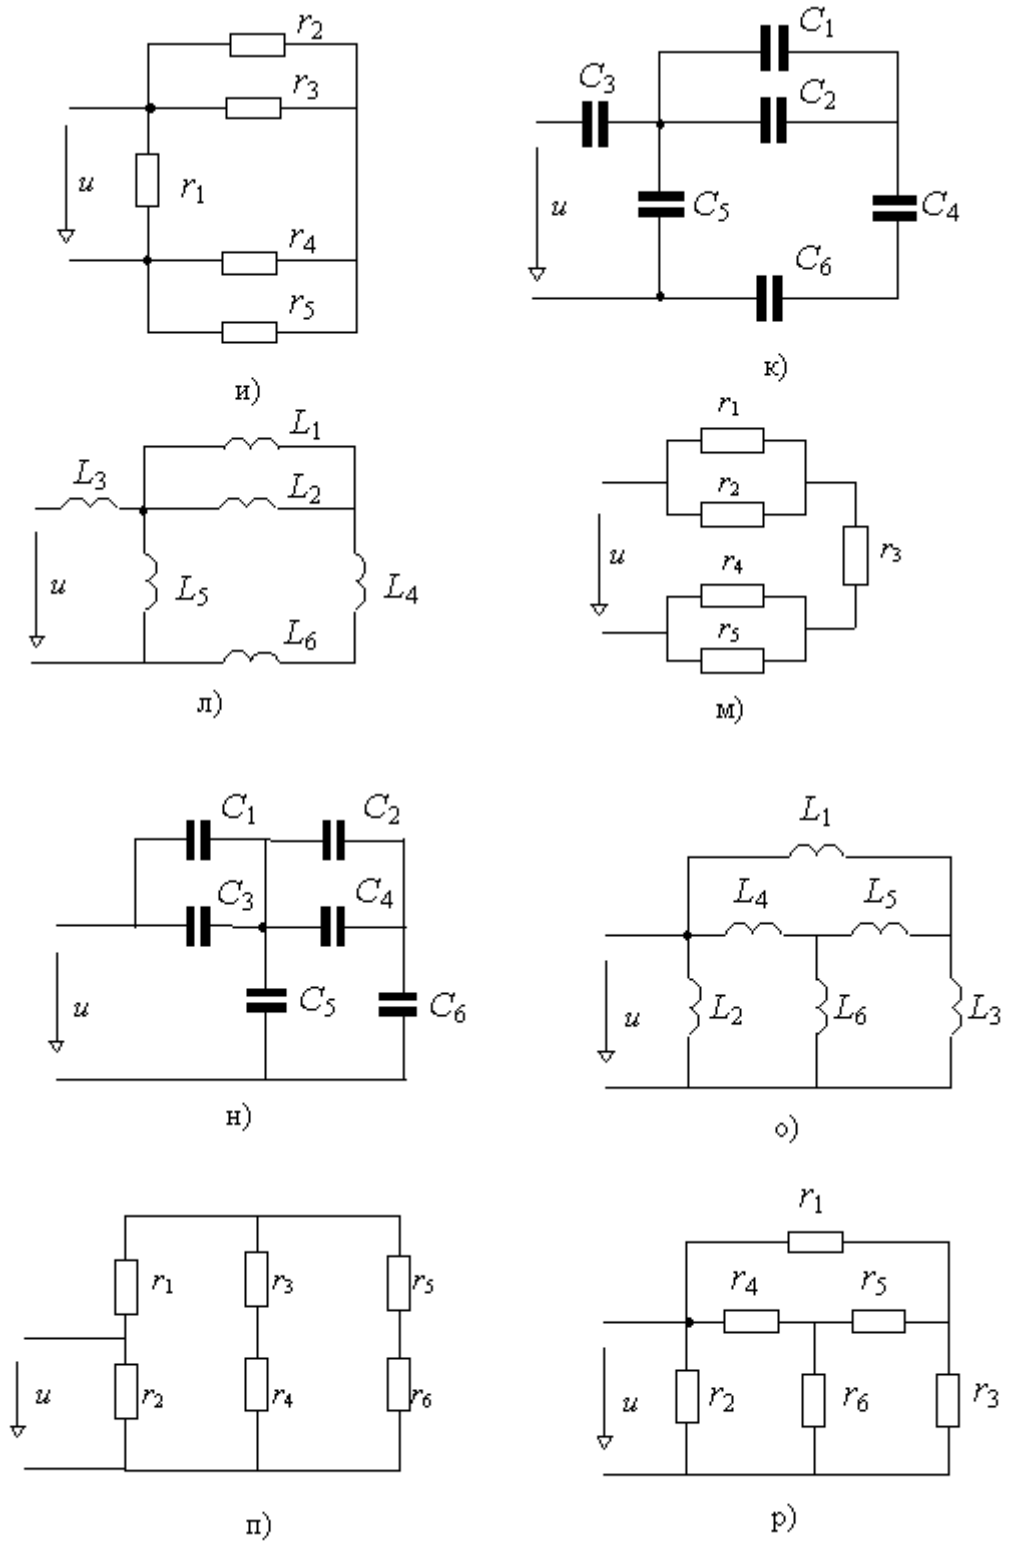

Рис. 1
**Задача 1.** Электрическую цепь, варианты схем которой изображены на рис. 1, упростить до одного элемента по отношению к зажимам источника питания  $u$ . Значения параметров приведены в таблице 1 для каждого варианта.